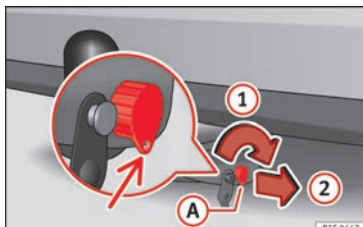
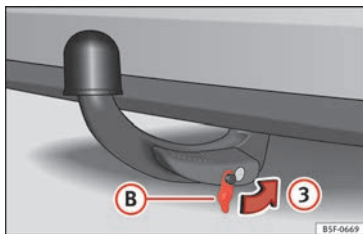

Fig. 227 Verrouiller la serrure
Fig. 228 Placer le cache sur la serrure
- Tournez la clé (A) dans le sens de la flèche ① jusqu'à ce que la partie trouée de la clé atteigne sa position inférieure » fig. 227.
- Retirez la clé dans le sens de la flèche ②.
- Placez le cache (B) sur la serrure dans le sens de la flèche ③ » fig. 228 » ①.